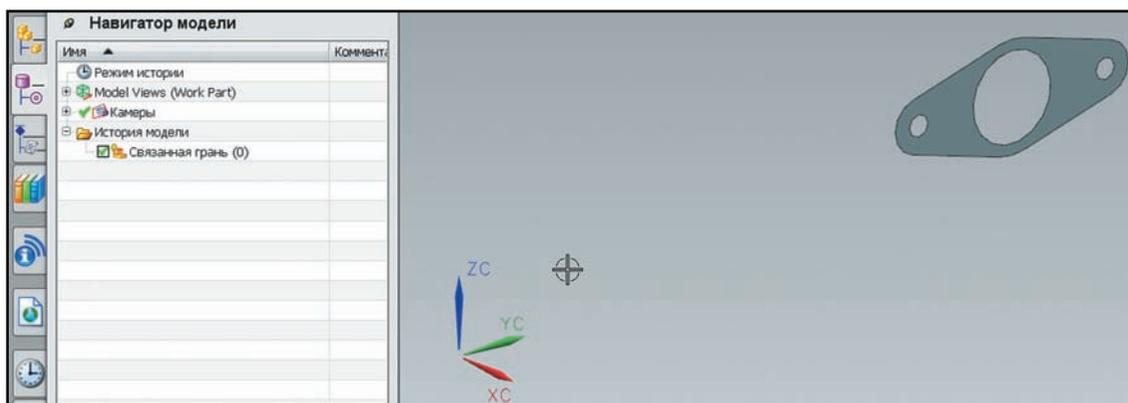

Рисунок 4.2. Позиционно-зависимая связь
- Нажмите в диалоге кнопку **ОК**, сделайте новый компонент сборки отображаемой деталью, нажав на нем в **Навигаторе сборки (Assembly Navigator)** правой кнопкой мыши и выбрав соответствующий пункт меню. Затем переключитесь в **Навигатор модели (Model Navigator)** и убедитесь, что в истории построения появился объект **Связанная грань (Linked Face)**. Обратите внимание, что скопированная грань расположена относительно нуля системы координат модели так же, как эта грань расположена в исходной детали относительно нуля системы координат модели (рис. 4.2).